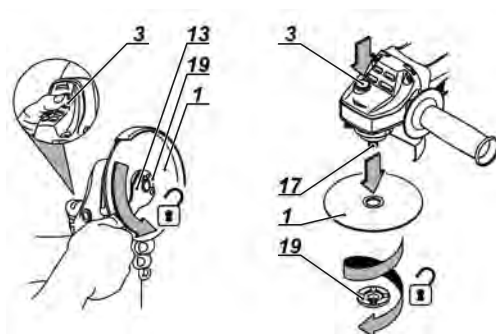

Fig. 7 – Substituição do disco
- 2 - Pressione o botão trava do eixo (3);
- 3 - Solte a porca (19) com a chave (13);
- 4 - Retire o disco (1), Fig. 7;